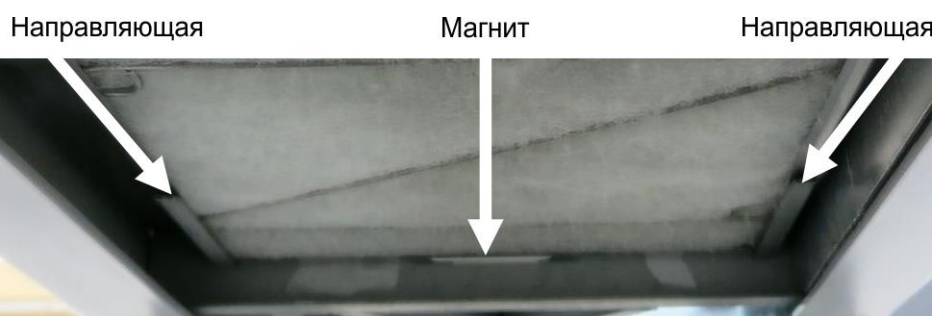

Рисунок 5.2: Воздушный фильтр в нижней части лазерной системы удерживается на месте с помощью направляющих с каждой стороны
2. Воздушный фильтр удерживается на месте с боков направляющими, а спереди магнитом (см. рисунок 5.2).